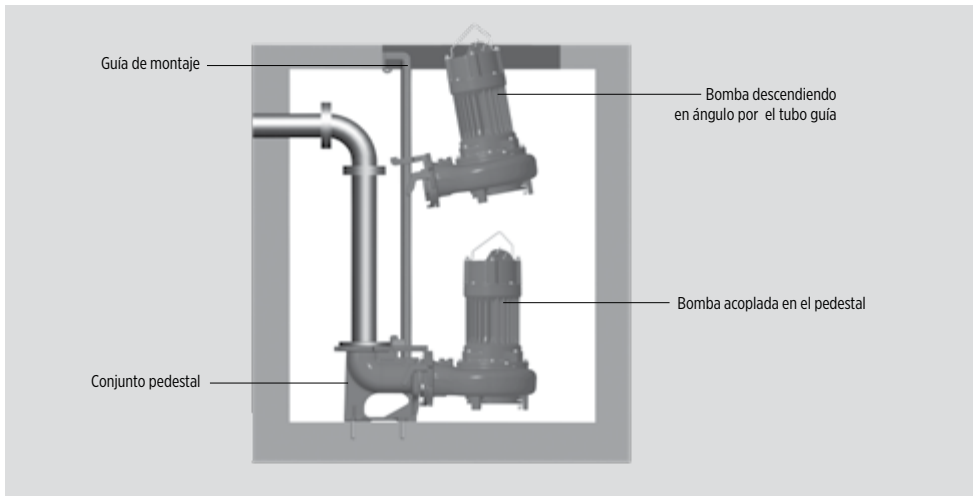
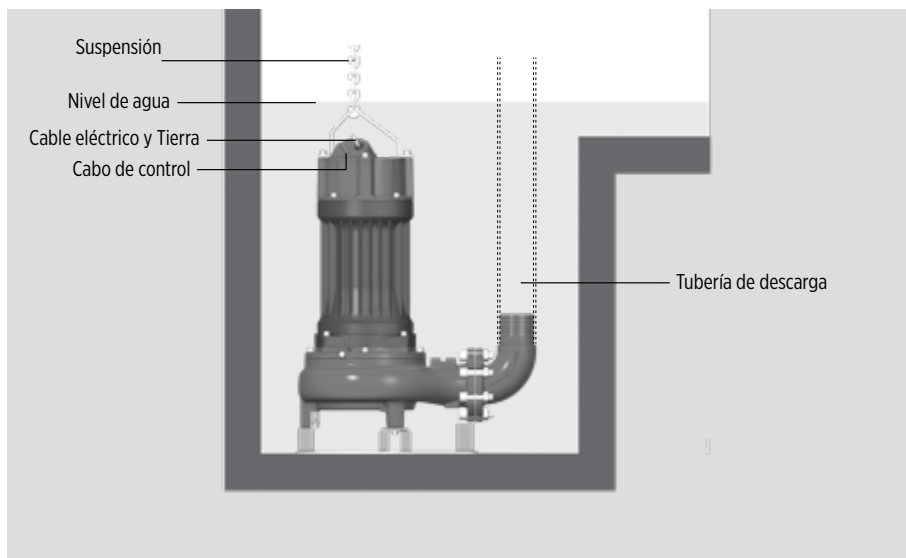

Figura 3: Diagrama de instalación de la bomba con sistema de acoplamiento directo a pedestal
Figura 5: Diagrama de instalación del motor con sistema de acoplamiento de tubería flexible
- La instalación puede ser movable con un tubo flexible o una manguera usando el soporte base (figura 5), o un pedestal con Sistema de Acoplamiento Directo (figura 3).